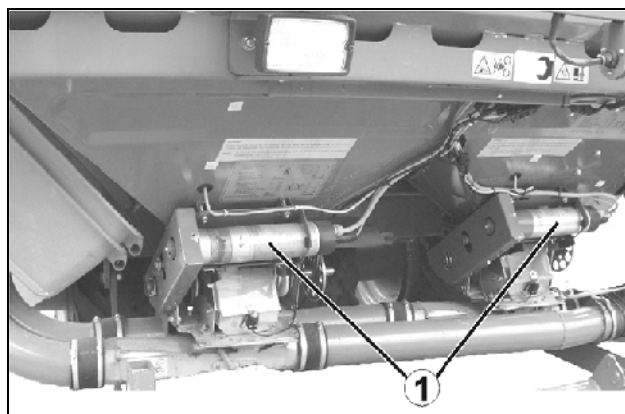

Fig. 77
- dosaggio completo elettrico con motore elettrico come azionamento diretto (Fig. 77).